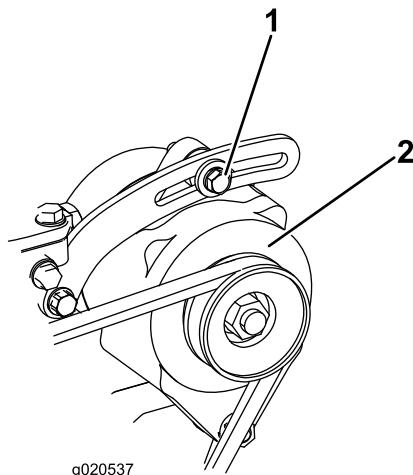

Bild 74
- Lockern Sie bei einer Durchbiegung von mehr oder weniger als 10 mm die Befestigungsschrauben der Lichtmaschine (**Bild 74**). Erhöhen oder reduzieren Sie die Spannung des Lichtmaschinen-Treibriemens und ziehen Sie die Schrauben wieder fest. Prüfen Sie die Riemenspannung noch einmal auf korrekte Einstellung.